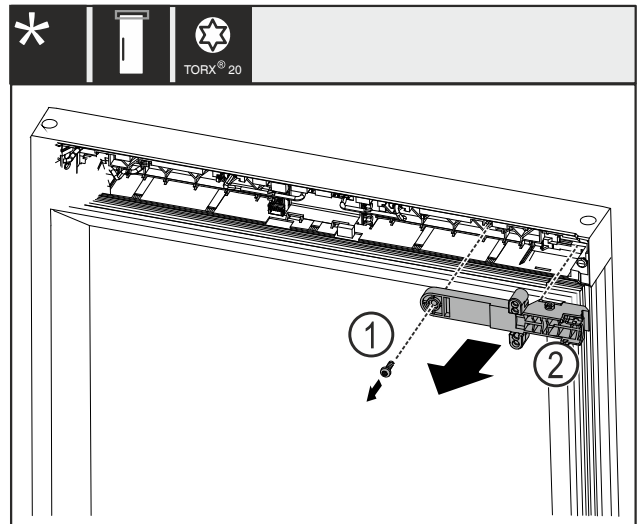

Fig. 22
- Schroef Fig. 22 (1) verwijderen.
- Slothouder Fig. 22 (2) wegnemen.